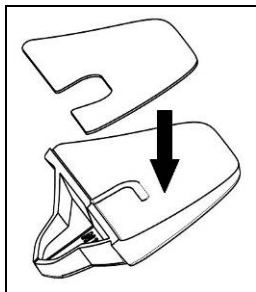

Fig. 3
- Applicare il biadesivo fornito in dotazione sull'adattatore plastico selezionato (Fig. 3);